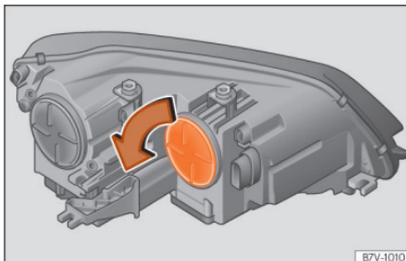

Abb. 109 Im Motorraum: Blinkerabdeckung.
2.	Abdeckung »» Abb. 109 in Pfeilrichtung drehen und abziehen.
| 7. | Abdeckung »» Abb. 109 entgegen der Pfeilrichtung bis zum Anschlag drehen. | |